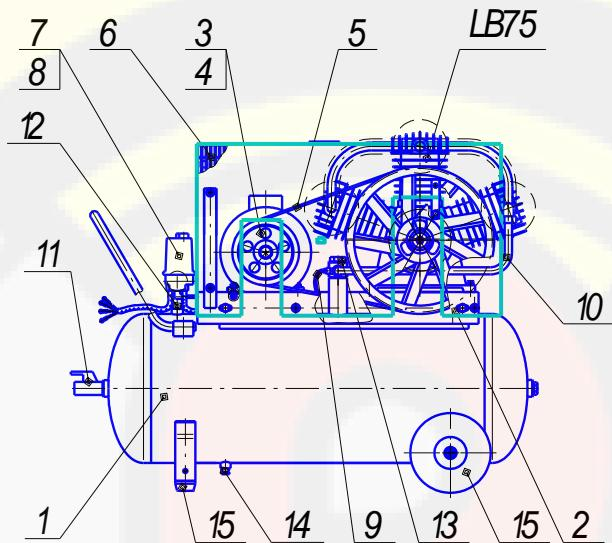
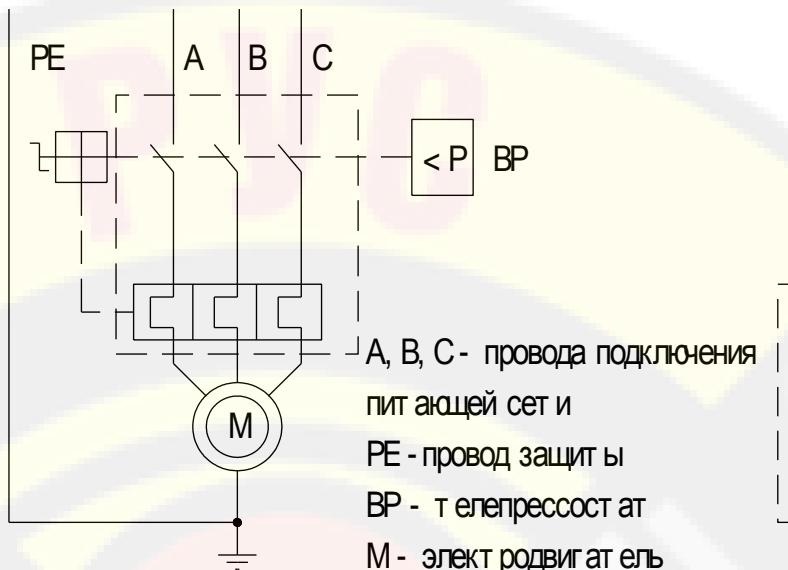

Рис. 1
Рис. 5
2.8. Общий вид компрессора представлен на рис. 1, 2, 3, 4 схема электрическая принципиальная – на рис. 5.
Примечание: комплект колес и амортизаторов для компрессора СБ4/С-100.LB75 (поз. 15, см. рис. 1), комплект амортизаторов для компрессоров СБ4/Ф-270.LB75, СБ4/Ф-500.LB75, СБ4/Ф-270.LB75В (поз. 15, см. рис. 2, 3, 4), а также детали их крепления упакованы отдельно.
5.1. Компрессор (рис.1) состоит из следующих основных сборочных единиц и деталей: блока поршневого LB75, ресивера (воздухосборника) 1, платформы 2, электродвигателя 3 со шкивом 4, клиновых ремней 5, защитного ограждения 6, телепрессостата 7, манометра 8, воздухопровода сброса давления 9, нагнетательного воздухопровода 10, крана 11, клапана предохранительного 12, клапана обратного 13, крана слива конденсата 14, колес и амортизаторов 15.
Ресивер (воздухосборник) 1 (см. рис. 1, 2, 3, 4) служит для сбора сжатого воздуха, устранения пульсации давления, отделения конденсата и масла. Ресивер является также корпусом, на котором смонтированы узлы и детали компрессора.